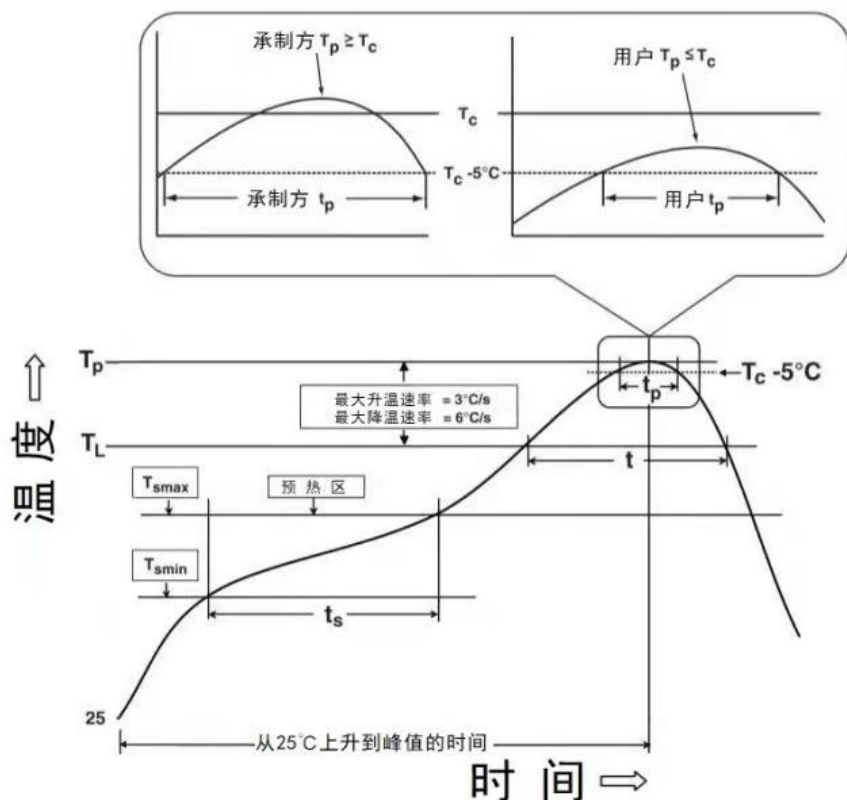

图 6 回流温度-时间分布图
3、表 4、图 6。SOT-23 封装回流焊温度为 235℃。